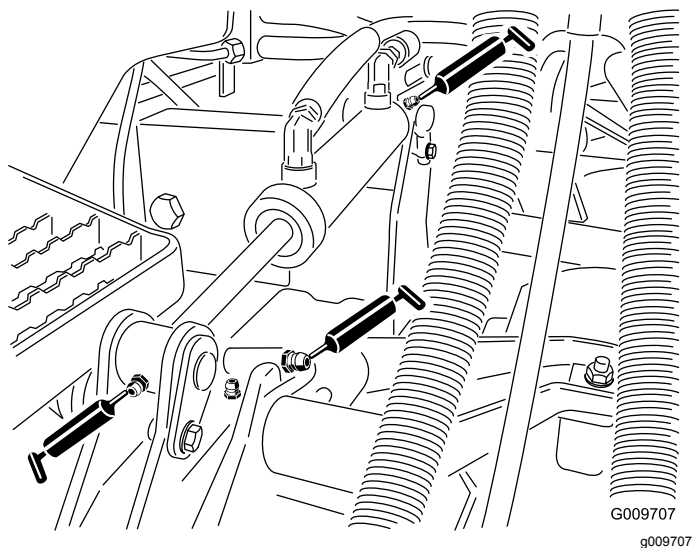

Figure 36
- Bagues de bras de levage (1 par plateau), comme montré à la Figure 36.
- Bagues de vérin de levage (2 par plateau), comme montré à la Figure 36.